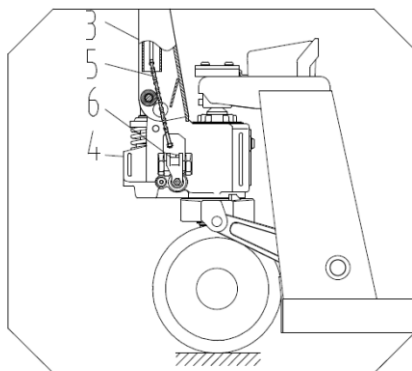

Bild 2
3. Träd handtagsrörets kedja 5 genom hålet i axeln 2. *(Bild 2)*